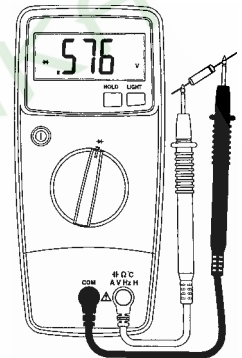

Рисунок 11
- 4.15.2 Установите поворотный переключатель в положение "▶" (см. рис. 11).